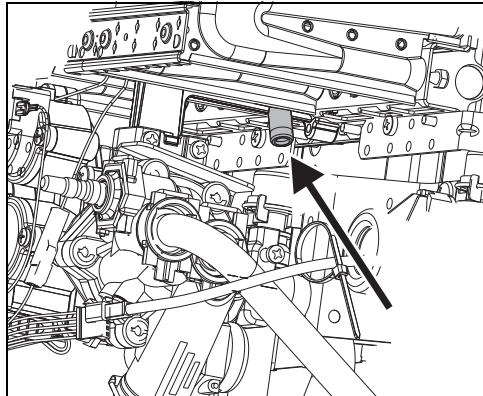

Рис. 13 Точка измерения давления перед форсункой
- Ослабить запорный винт (рис. 13).